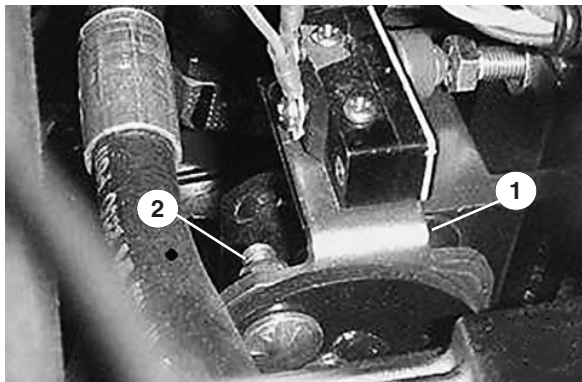

Figure 33
4. Desserrez les deux contre-écrous de fixation de la plaque de la pompe pour lui permettre de bouger librement (Fig. 33).
5. Mettez le moteur en marche et tournez la plaque de la pompe (Fig. 33) dans un sens ou dans l'autre jusqu'à ce que la roue cesse de tourner.
6. Arrêtez le moteur et resserrez les contre-écrous pour fixer la plaque de la pompe (Fig. 33).